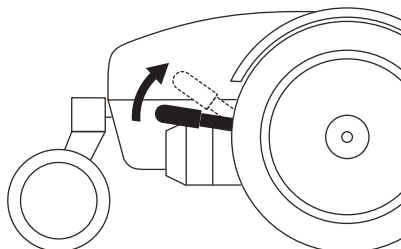

Figure 2. Fonctionnement du levier d'embrayage manuel
1. Poussez les deux leviers vers le bas pour débrayer le fauteuil et passer au neutre (moteurs désengagés). **Voir la figure 2.**
2. Tirez sur les deux leviers pour embrayer les moteurs et passer en mode de fonctionnement. **Voir la figure 2.**